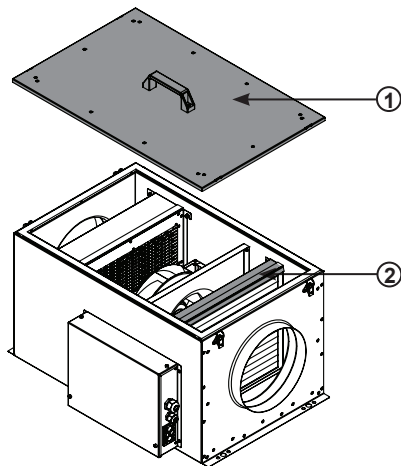

Abb. 13: Abdeckung (1) entfernen und Luftfilterklappe (2) lösen.
- Durch Lösen der Luftfilterklappe (2) ist der Filter (3) leicht ausziehbar. (s. Abb. 13+14)
- Nach dem Austausch des Filters ist die Luftfilterklappe (2) sowie die Geräteabdeckung (1) wieder zu schließen.